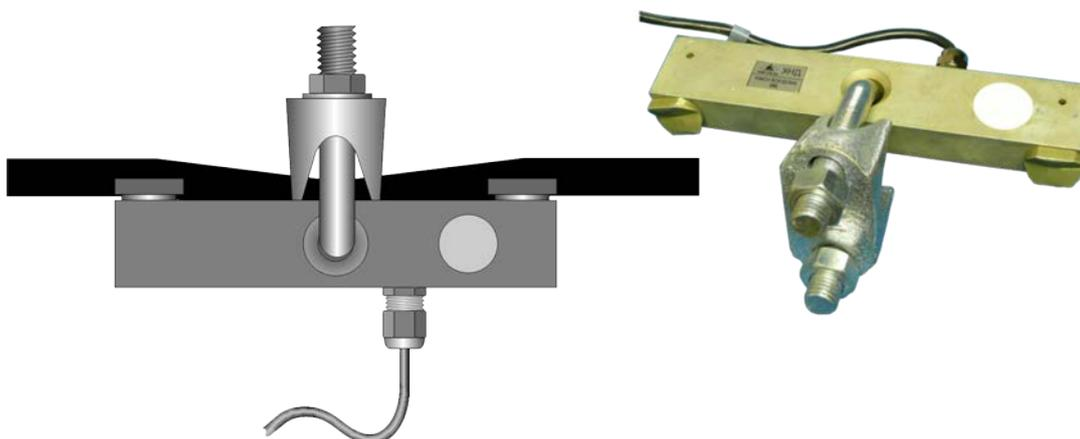

Рис. 5
6.5. Датчик веса груза, Рис.5, преобразует усилие, создаваемое в грузовом канате массой поднимаемого груза, в электрический сигнал. В данной модификации АС-АОГ-01м+ используется роликовый тросовый датчик веса, измеряющий усилие в грузовом канате основного или вспомогательного подъема.
6.5. Датчик веса груза, Рис.5, представляет собой прибор, преобразующий усилие, действующее на грузовой трос от массы поднимаемого груза и крюка в электрический сигнал. Датчик размещается на мертвом конце грузового троса между клиновой втулкой и грузиком ограничителя подъёма крюка. Используется датчик ДНК-2 фирмы ЗАО ИТЦ "Крос".